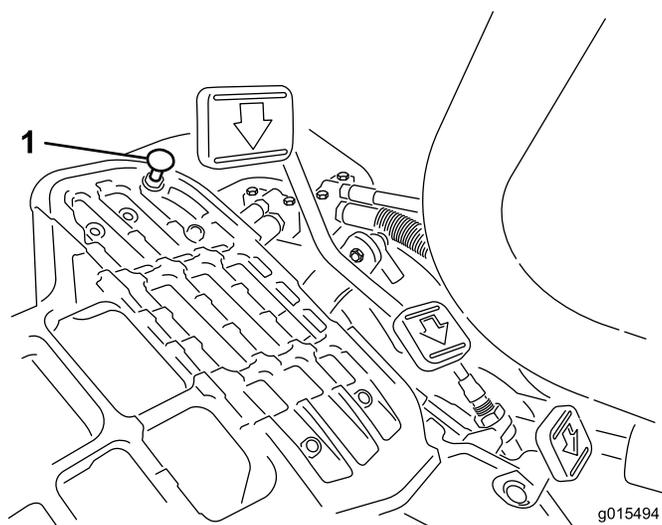

図 48
モードレバーを「移動走行」位置にセットし、ペダルを一杯に踏み込めば最高速度となります。ケーブルに張力が掛かる前にペダルがストップ図 48 に当たる場合には調整が必要です。
1. モードレバーを「移動走行」位置にセットし、ペダルストップを固定しているロックナットをゆるめる図 48。